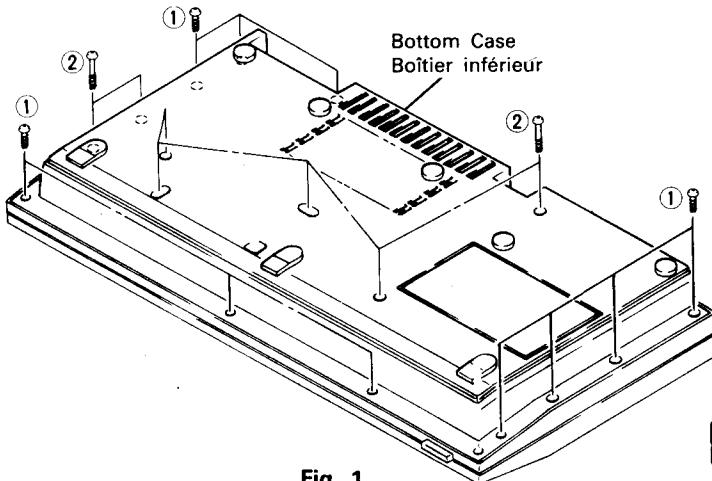

Fig. 1
DÉMONTAGE**1. Boîtier supérieur (Fig. 1, 2)**
Enlever dix vis ① et sept vis ②. (Fig. 1) Enlever l'interrupteur d'alimentation et le bouton de volume. Ouvrir la porte CD et la porte de cassette en appuyant sur le touche d'ouverture de porte CD et la touche d'ouverture de la porte de cassette. Puis, enlever le boîtier supérieur en le soulevant vers le haut. (Fig. 2)